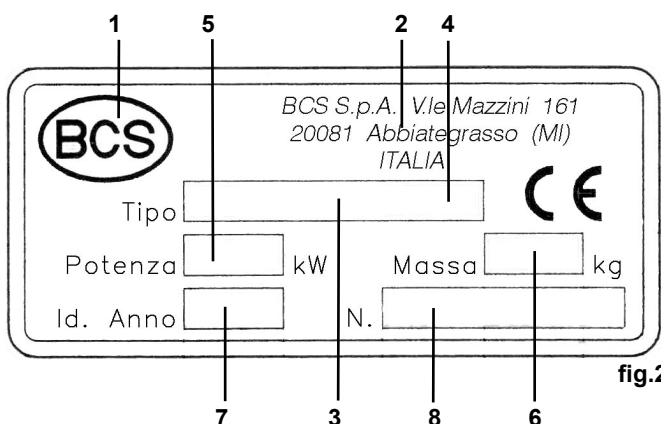

fig.2
Su ogni macchina viene applicata una targhetta di identificazione (fig.2).
An identification plate is attached to each machine (fig.2).
Une plaque d'identification est appliquée sur chaque machine (fig.2).
En cada máquina viene puesta una placa di identificación (fig.2).
Eine Identifizierung Typenschild wird auf jede Maschine geklebt siehe (Bild 2).
- **Inserire** l'albero cardanico e l'attacco 3° punto (fig.2 e 3).